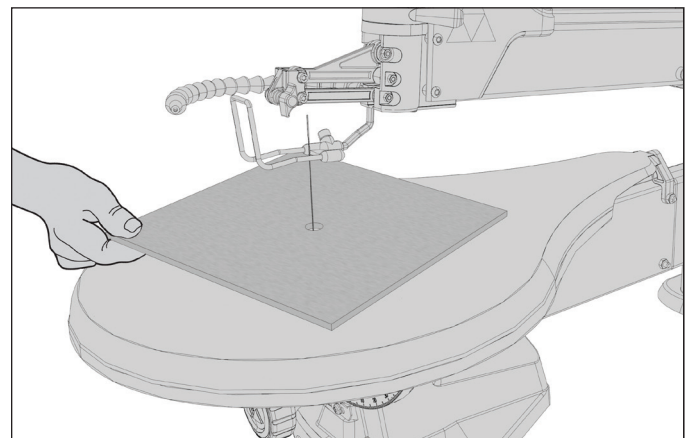

FIG. 11
4. Laisser la lame retenue seulement par le serre-lame inférieur, soulever le bras supérieur de la scie à découper, comme le montre la figure 11. Passer la lame dans le trou de guidage de la pièce à ouvrir et réinstaller la lame en resserrant la vis à oreilles supérieure.